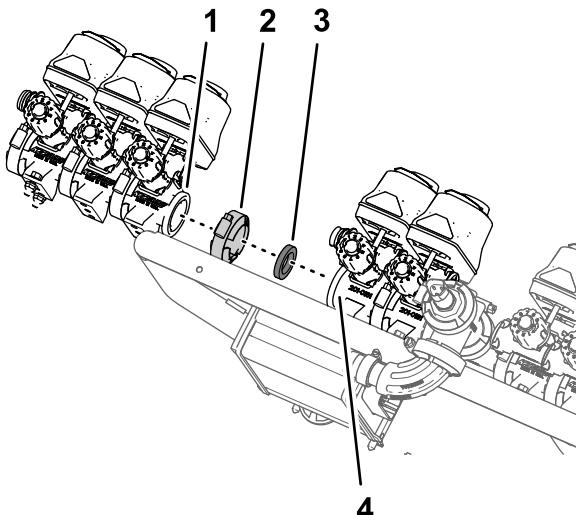

图105
1. 用在 从歧管安装架上卸下喷洒段阀 \(页码 28\) 的步骤 4 中卸下的法兰夹具和垫片将 从歧管安装架上卸下喷洒段阀 \(页码 28\) 的步骤 8 中卸下的 3 个喷洒段阀 图105 组装到打药机阀门组件阀门 7 的法兰上。